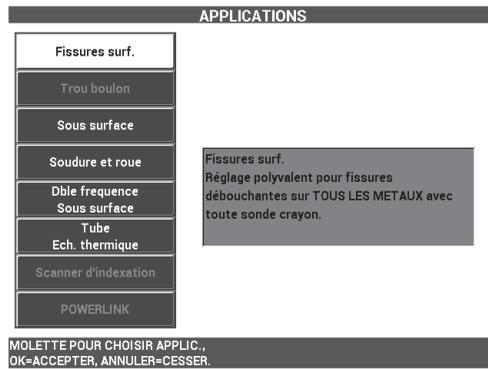

Figure 5-2 Application pour les fissures de surface
2. Appuyez sur la touche ADV SETUP (  ) une fois, ensuite sur la touche A (CHOIX APPLIC) pour l'ouvrir. Sélectionnez l'application **Fissures surf.** avec la molette de réglage, et puis appuyez sur  pour confirmer votre choix (voir la Figure 5-2 à la page 137).